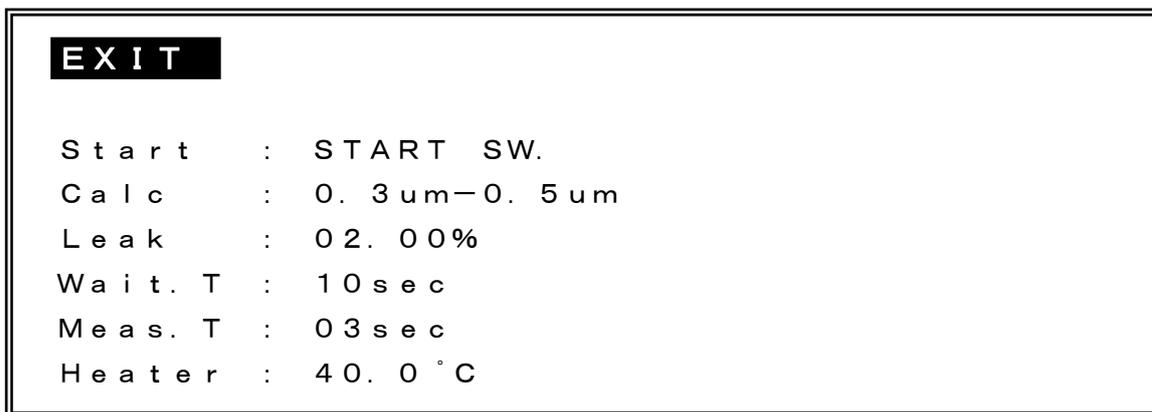

図 2
- 1) MENU スイッチを押すと図2のメニュー画面が表示されます。